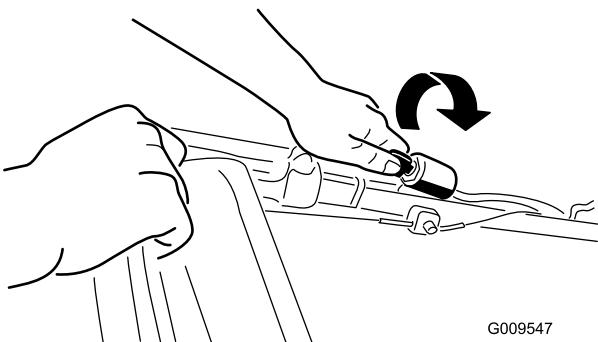
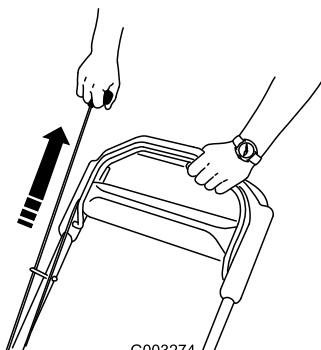

Figura 14
Figura 15
- Girate la chiave di accensione (Figura 14) o tirate l'avviatore autoavvolgente (Figura 15).
Quando utilizzate l'avviatore autoavvolgente, tiratelo leggermente fino ad avvertire una certa resistenza, poi date uno strappo (Figura 15). Lasciate che il cordino si riavvolga nell'avviatore lentamente.